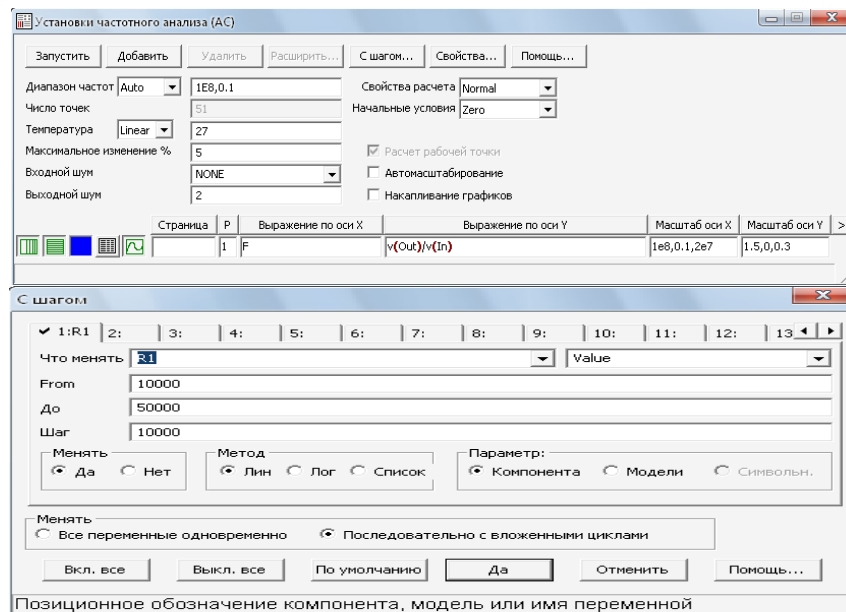
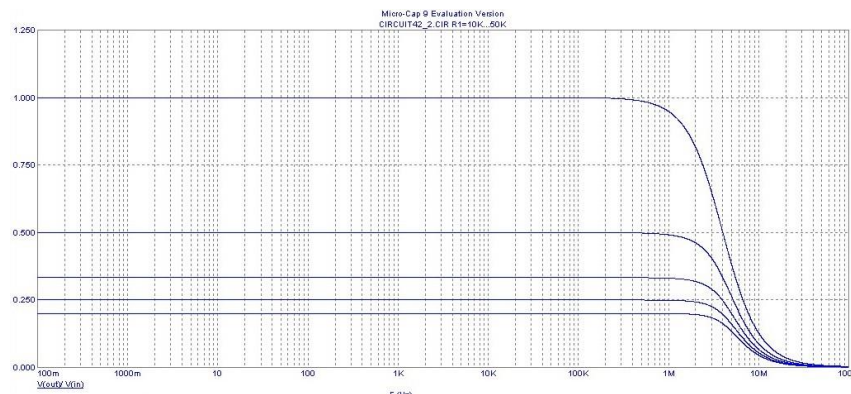

Рис. 17. Установка значений для частотного анализа и диалоговое окно Stepping.
Рис. 18. Результат частотного анализа.
2. Исследовать АЧХ усилителя. Для этого произвести моделирование схемы в режиме **AC Analysis**. Пример моделирования при изменении R1 от 10 до 50 кОм с шагом 10 кОм приведен на Рис. 17. Результат частотного анализа – на Рис. 18